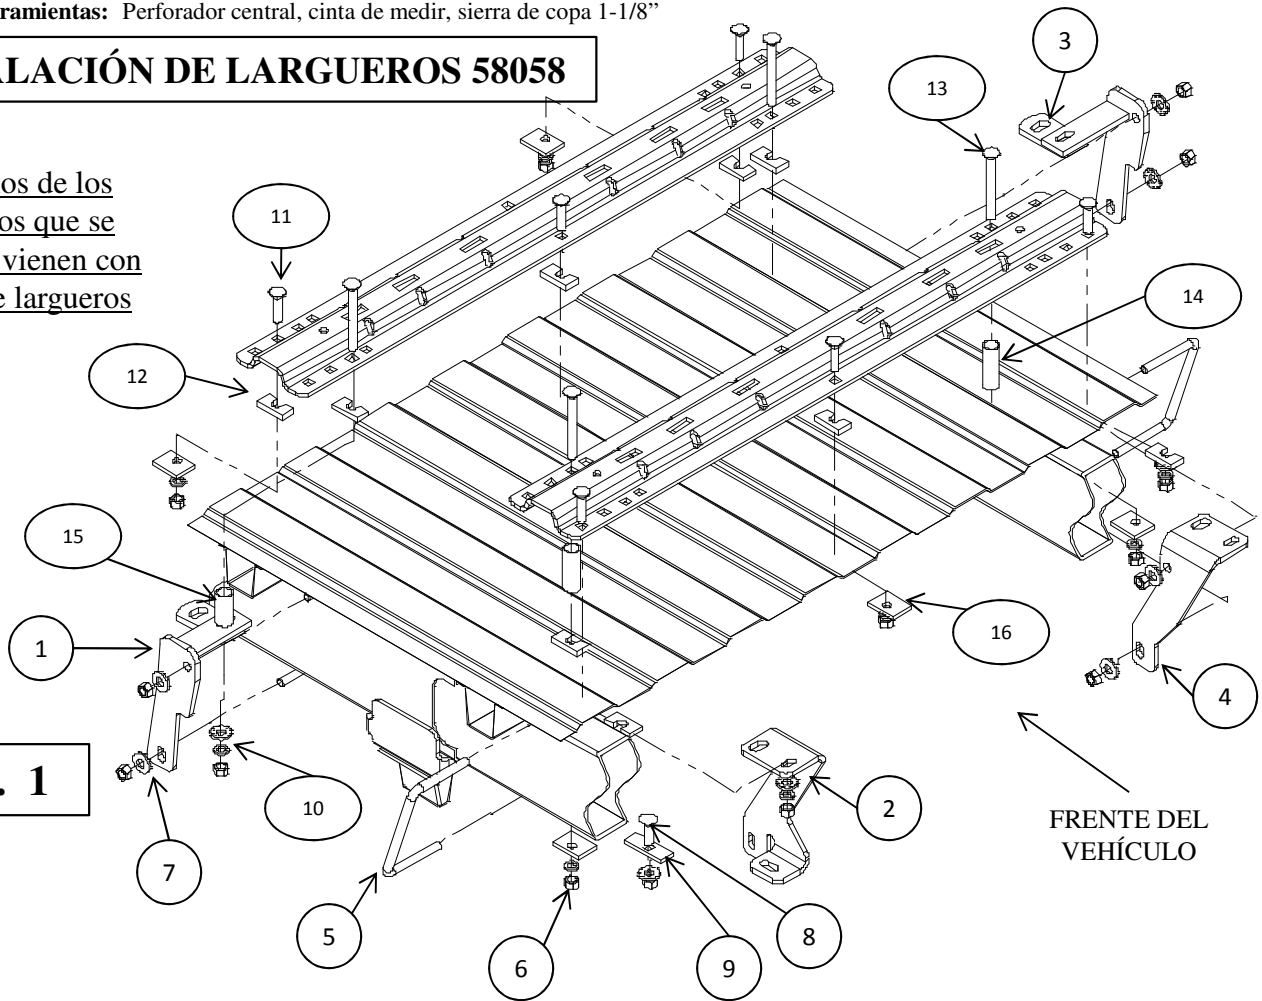

FIG. 1
5. Coloque temporalmente los soportes del bastidor en el interior del bastidor como se muestra en la fig. 1 y 2 y revise que los orificios perforados de 1/8" se alineen con las ranuras del soporte del bastidor. Retire el soporte del bastidor del vehículo si los orificios se alinean. Si no, ajuste los orificios de 1/8" de manera que alineen.